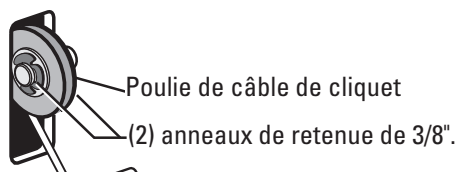
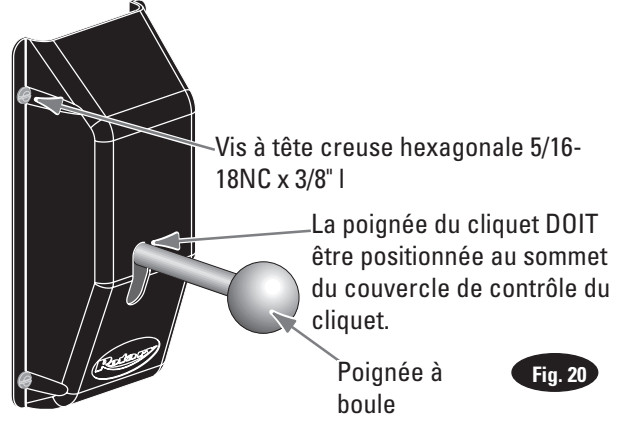

Fig. 17
Fig. 20
- A) Installez la poulie du câble de verrouillage et les anneaux de retenue dans la fente supérieure de la colonne du groupe d'alimentation comme indiqué, Fig. 17.
- B) Glissez l'extrémité en boucle du câble sur l'extrémité de la vis à épaulement de la plaque de commande du cliquet droit, Fig. 17.
- C) Faites passer l'autre extrémité du câble dans la fente de la poulie de câble du cliquet en vous assurant que le câble passe sous la face inférieure de la poulie de câble du cliquet et à l'intérieur de la colonne de droite, Fig. 17.
- J) À ce stade, vous DEVEZ installer la poignée du cliquet, le contre-écrou et le capot du système de verrouillage de la colonne droite (Fig. 17 et Fig. 20). Installez la poignée à boule du cliquet, Fig. 20.